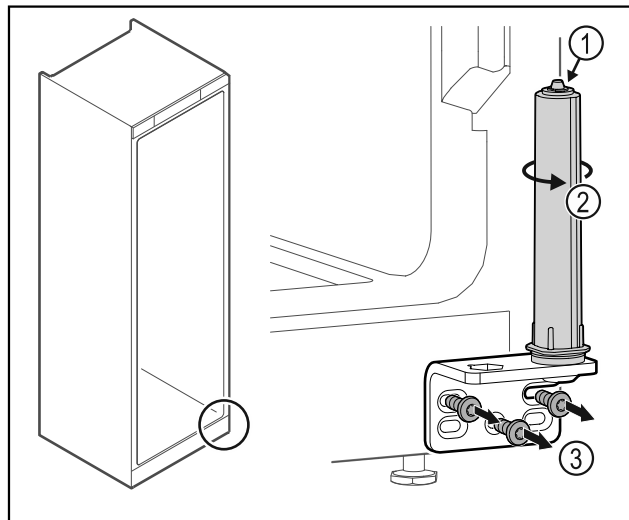

Fig. 21
- ▶ Ne szedje szét az ajtó zárrendszert Fig. 21 (1).
- ▶ Forgassa el a zárrendszert Fig. 21 (2), amíg az be nem kattann.
- ▶ Csavarozza le a csuklópántot Fig. 21 (3).